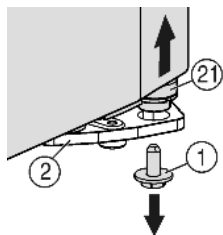
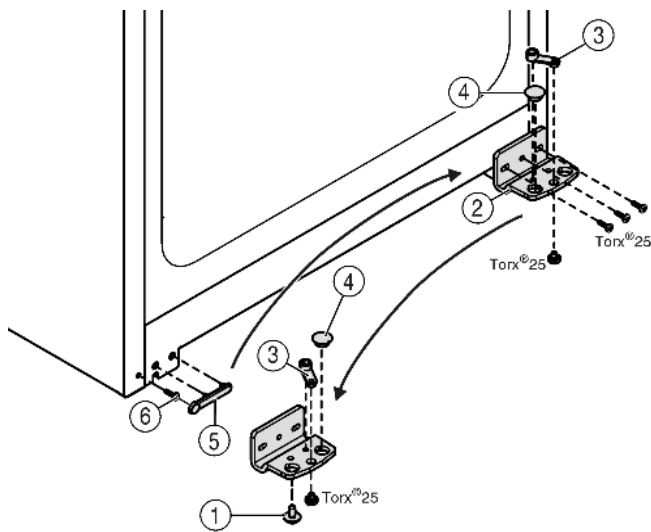

Fig. 5
Fig. 6
- ▶ Dévisser la vis de blocage du support d'appui Fig. 5 (1) en bas à droite.
- ▶ Le pivot d'appui Fig. 5 (21) se desserre du support d'appui Fig. 6 (2).
- ▶ Si le pivot d'appui Fig. 5 (21) ne se desserre pas, chasser le support par le bas.
- ▶ Dévisser le support d'appui Fig. 6 (2).
- ▶ Dévisser l'élément pivotant Fig. 6 (3) et le permuter dans le trou opposé du support d'appui, revisser à fond.
- ▶ Retirer le bouchon Fig. 6 (4) du support d'appui et le placer dans le trou du côté opposé au support d'appui.
- ▶ Retirer le cache Fig. 6 (5) côté poignée avec précaution.
- ▶ Retirer la vis Fig. 6 (6) et la revisser sur le côté opposé.
- ▶ Remettre en place le cache Fig. 6 (5).
- ▶ Revisser le support d'appui Fig. 6 (2) sur le nouveau côté charnière, en utilisant une visseuse sans fil si nécessaire, avec un couple de serrage de 4 Nm.
- ▶ Visser la vis d'arrêt Fig. 5 (1) en bas dans le pivot d'arrêt et la serrer à fond (**avec 4 Nm**).